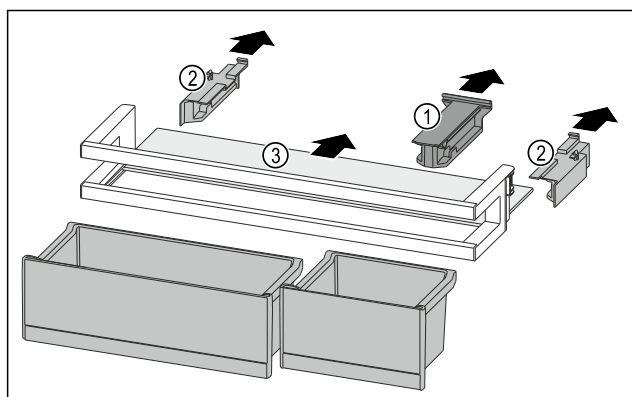

Fig. 146
- Retirer la pièce de retenue Fig. 146 (1).
- Retirer les parties latérales Fig. 146 (2).
- Retirer la tablette de rangement Fig. 146 (3).